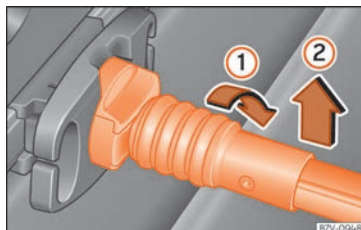

Abb. 175 Kuvertnetz aushängen.
- Haltestange um 90° nach rechts drehen »» **Abb. 175** ①, bis die rote Markierung an der Haltestange zu sehen ist. Haltestange nach oben herausnehmen ②.